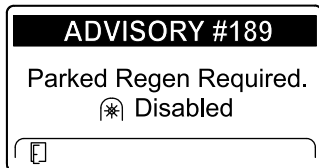

Figura 46
- Si no se realiza la regeneración con la máquina aparcada en un plazo de 2 horas, el InfoCenter muestra ADVISORY #189 (Aviso n.º 189) solicitando la regeneración con la máquina aparcada e indicando la desactivación de la toma de fuerza (Figura 46).